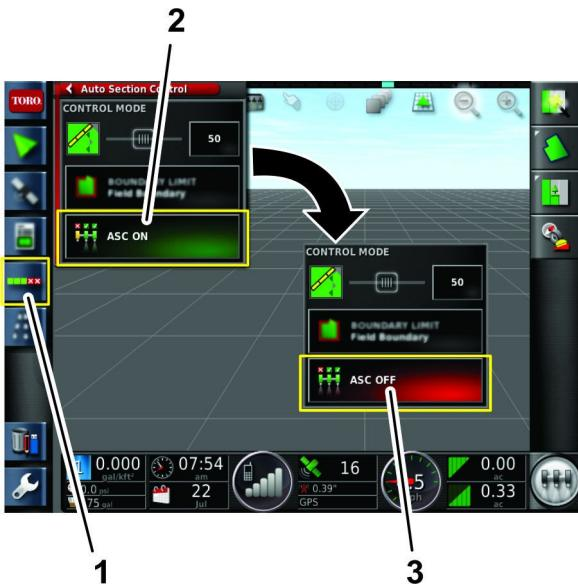

图 176
1. 打开 ASC 自动喷洒段控制器图标 图 176。
- 4. 按 ASC 图标至关闭 图 176。